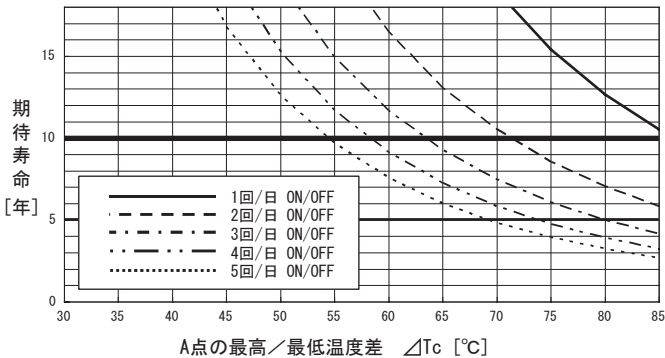
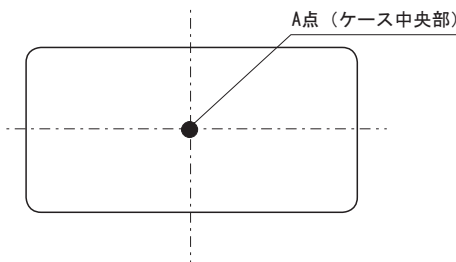

図11.3 熱疲労による期待寿命グラフ (MG30)
図11.4 温度測定箇所（ケース上面）
■図11.3に当社加速試験結果を基に算出した1日のON/OFF回数とケース温度差(図11.4ポイントA点 ΔT_c)に対する製品の期待寿命を示します。
■無償補償期間10年ですが、図11.3に示す期待寿命が10年未満の場合、この寿命を無償補償期間とします。